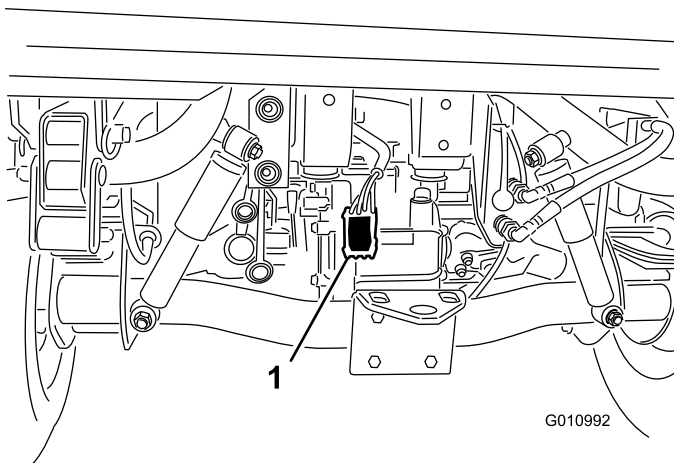

Figura 7
4. Enrute el arnés de cables junto al arnés principal del vehículo hasta la parte trasera del vehículo (Figura 7).